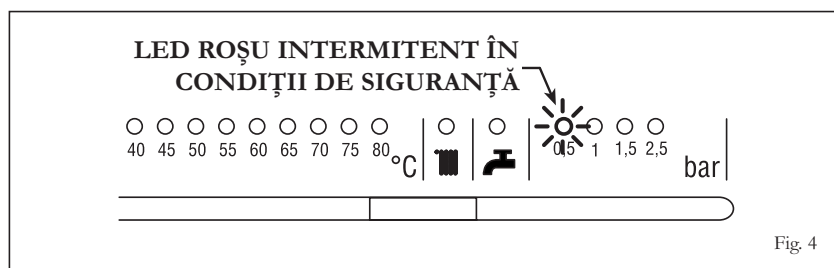

Fig. 4
– Presiune de apă insuficientă (fig. 4)